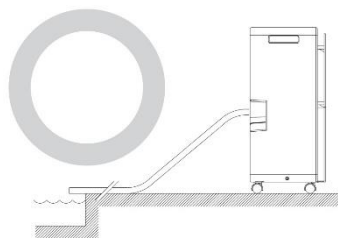

Fig. 2
3.6. Juiste afvoer van het condenswater bij aansluiting van de slang! Zorg ervoor dat de slang altijd een lichte helling heeft (zie fig. 2 en fig. 3).